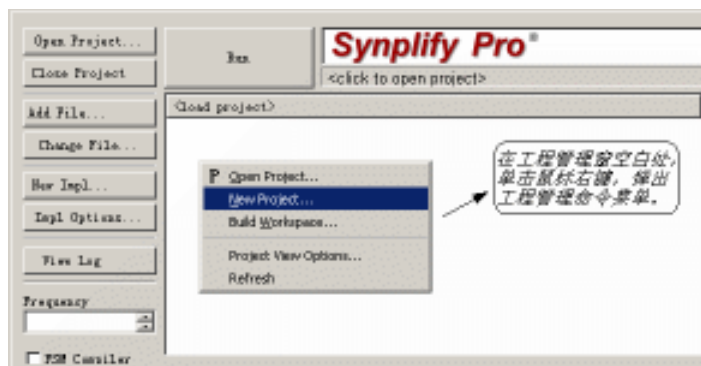

图4-11 工程管理命令菜单
1. 在工程管理窗空白处，单击鼠标右键，弹出工程管理命令菜单，如图 4-11 所示。